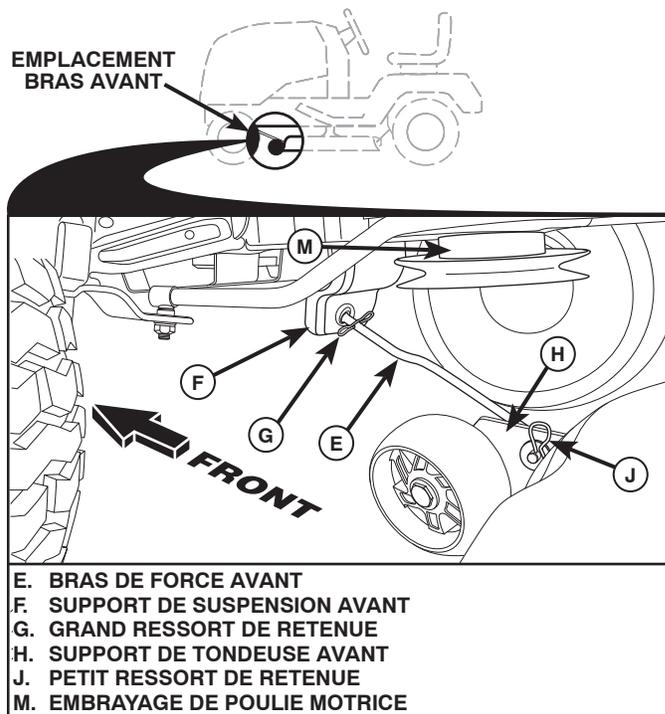

Fig. 32
## 8. ATTACHER LE BRAS AVANT (E) (Voir la Fig. 32)
- Depuis le devant du tracteur, insérer l'extrémité de la tige du bras avant (E) dans le trou dans le support de suspension avant du tracteur (F).
- Déplacer vers le côté gauche de la tondeuse et insérer un grand ressort de retenue (G) dans le trou devant le bras (E) derrière le support de suspension avant (F).
- Insérer une autre extrémité du bras (E) dans le trou dans le support avant de la tondeuse (H) et fixer avec une rondelle et un petit ressort de retenue (J).